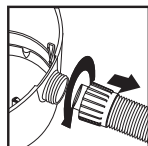

FIGURE 19
28. Dévissez l'écrou autobloquant du tuyau et retirez le tuyau de l'admission. **FIGURE 19.**